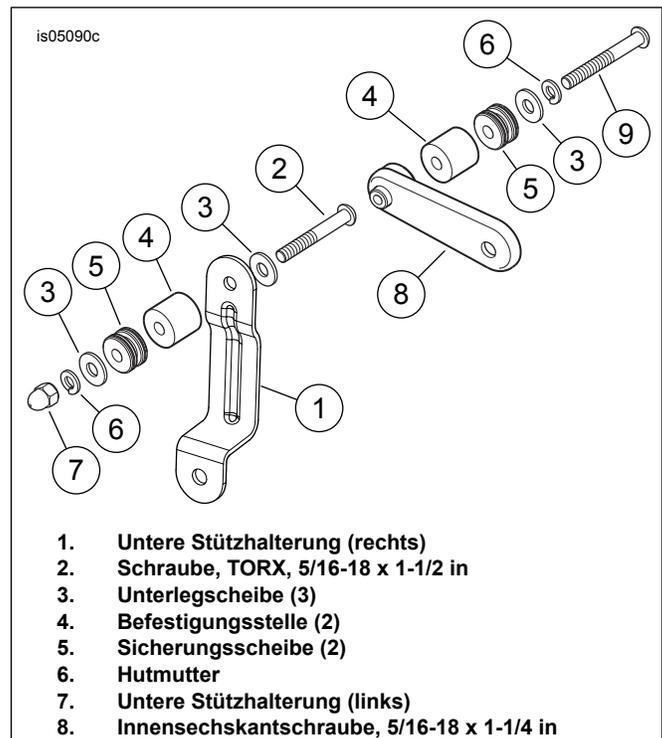
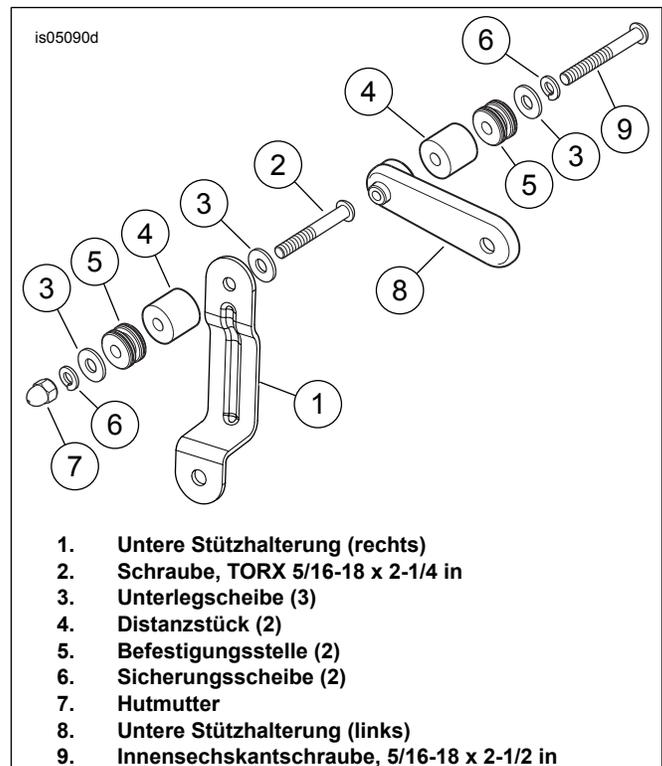

Abbildung 2. Untere Stützhalterungsbaugruppe (nur Satteltaschen)
Abbildung 3. Untere Stützhalterungsbaugruppe (mehrere abnehmbare Zubehörteile)
1. Siehe Abbildung 2. Eine flache Unterlegscheibe (3) und eine 5/16-18 x 38,1 mm (1 1/2 in) lange TORX®-Schraube (2) aus der Befestigungsstellen-Ausrüstung bereitlegen. Die Unterlegscheibe auf das Schraubengewinde setzen und die Schraube durch das obere Loch in der rechten unteren Stützhalterung (1) wie dargestellt einbauen.
2. Nun eine Befestigungsstelle (4), dann eine zweite flache Unterlegscheibe und eine Sicherungsscheibe (5) über die Schraubengewinde setzen.
4. Eine Hutmutter (6) auf die Gewinde aufsetzen und auf ein Drehmoment von 16,3–24,4 N·m (12–18 ft-lbs) anziehen.
1. Siehe Abbildung 2. Eine 5/16-18 x 32 mm (1 1/4 in) lange Innensechskantschraube (8) aus der Befestigungsstellen-Ausrüstung bereit legen. Zuerst eine Sicherungsscheibe (5), dann eine flache Unterlegscheibe (3) und eine Befestigungsstelle (4) auf das Schraubengewinde setzen.
3. Die Schraube in das Gewindeloch in der linken unteren Stützhalterung (7) einbauen und auf ein Drehmoment von 16,3–24,4 N·m (12–18 ft-lbs) anziehen.
1. Siehe Abbildung 3. Die untere Stützhalterung für das vorliegende Modell auswählen. Die Halterung wie in Abb. 2 dargestellt ausrichten. Eine flache Unterlegscheibe (3) und eine 5/16-18 x 57,2 mm (2 1/4 in) lange TORX-Schraube (2) aus der Befestigungsstellen-Ausrüstung bereit legen. Die Unterlegscheibe auf das Schraubengewinde setzen und die Schraube durch das obere Loch (kleinere Loch) in der rechten unteren Stützhalterung (1) wie dargestellt einbauen.
2. Als nächstes ein dickes Distanzstück (4), dann eine Befestigungsstelle (5), eine zweite flache Unterlegscheibe und eine Sicherungsscheibe (6) über die Schraubengewinde schieben.
4. Eine Muttermutter (7) auf die Gewinde aufsetzen und auf ein Drehmoment von 16,3–24,4 N·m (12–18 ft-lbs) anziehen.
1. Siehe Abbildung 3. Eine 5/16-18 x 63,5 mm (2 1/2 in) lange Innensechskantschraube (9) aus der Befestigungsstellen-Ausrüstung bereit legen. Zuerst eine Sicherungsscheibe (6), dann eine flache Unterlegscheibe (3), eine Befestigungsstelle (5) und eine dicke Distanzscheibe (4) über die Schraubengewinde setzen.
3. Die Schraube in das Gewindeloch in der linken unteren Stützhalterung (8) einbauen und auf ein Drehmoment von 16,3–24,4 N·m (12–18 ft-lbs) anziehen.